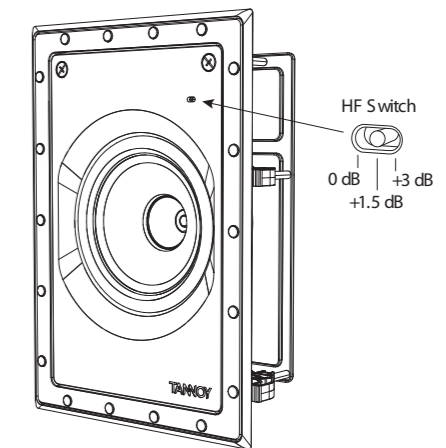

Fig. 14. HF Switch Positions
2. Der HF-Schalter hat drei Positionen, wobei 0 dB flach sind. Passen Sie diese nach Bedarf an die Raumposition und die akustischen Bedingungen an (Abb. 14). (Nicht verfügbar bei QCI 6DC IW).